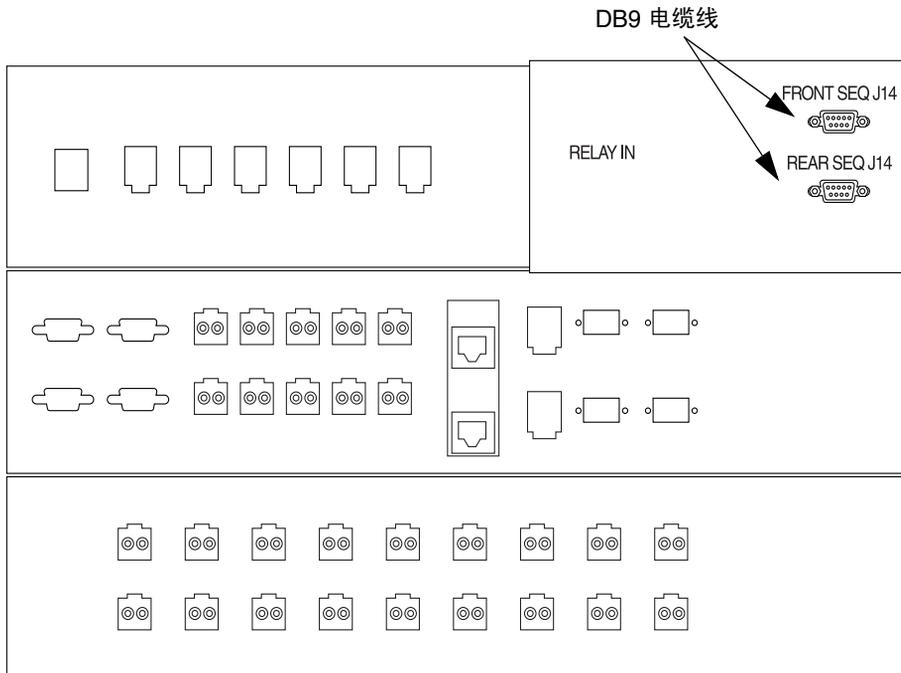

图 B-2 服务处理器面板内侧用于连接前后电源序列发生器的接口（基本机柜）
5. 找到松弛地固定至服务处理器面板背面继电器面板附近的两根 DB9 缆线。将带有“J14 to PP Front Seq J14 In”标记的缆线连接至 FRONT SEQ J14 接口，并将带有“J14 to PP Rear Seq J14 In”标记的缆线连接至服务处理器面板背面的 REAR SEQ J14 接口（图 B-2）。
这些缆线可使存储服务处理器确认系统是否可以远程打开和关闭。图 B-2 显示了基本机柜服务处理器面板的背面图以及 FRONT SEQ J14 和 REAR SEQ J14 接口的位置。